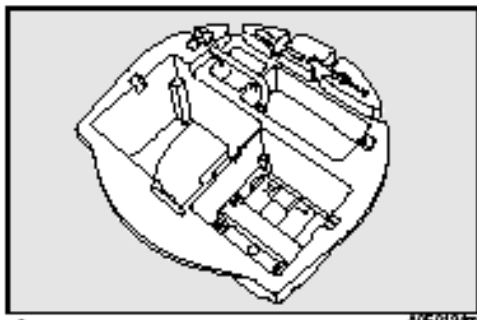

рис.4
- Извлеките из багажника поддон с инструментом **рис. 4**;